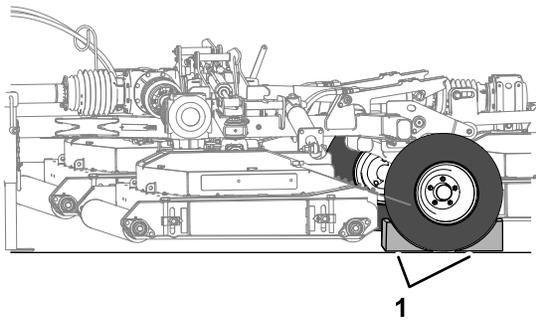

**Figure 23**
3. Retirez la goupille et pivotez le cric de la barre de remorquage à la verticale (Figure 23).
4. Alignez le trou de la barre de remorquage et le trou du cric (Figure 23).
5. Insérez la goupille dans les trous de la barre de remorquage et du cric (Figure 23).
2. Tournez la manivelle de cric pour relever entièrement l'appui de cric ; voir Figure 23 à la section Soutenir la tondeuse avec le cric (page 17).